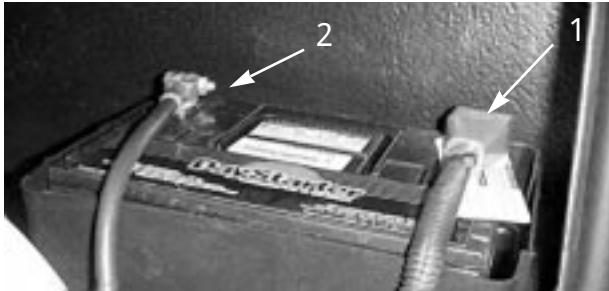

図 56
5. 赤い(+)ケーブルをバッテリーの(+)端子に、黒いケーブル(-)はバッテリーの(-)端子に固定する（図56）。レンチで確実に固定する。各端子に十分にはまり込んでいること、ケーブルに無理がないことを確認し、ショート防止のために(+)端子にゴムキャップをかぶせる。